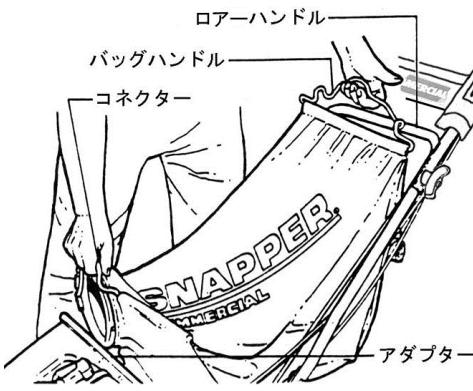

図 4-10
3. バッグの中の芝を捨てるには、コネクターを持ち上げ、後フックを後方に倒してバッグを開き芝を捨てます。 (図4-10)